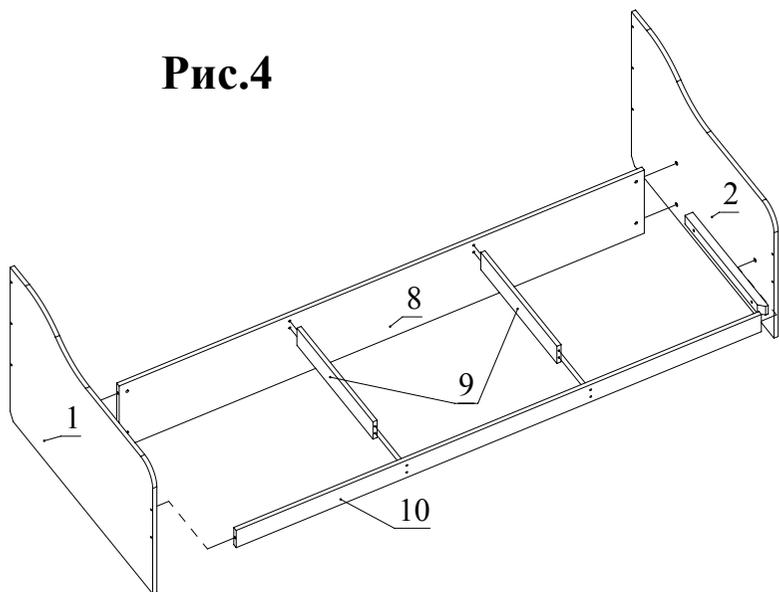

Рис.5
6. Установите детали 8 и 10 между деталями 1, 2. Вкрутите винты стяжек конических и затяните. Закрепите конфирматами детали 9 и 8,10 (Рис.5).